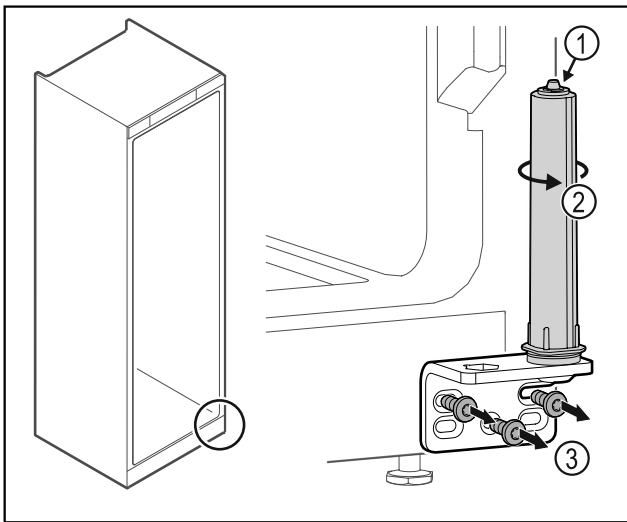

Fig. 46
- Ta inte isär dörlåssystemet Fig. 46 (1).
- ▶ Vrid låssystemet Fig. 46 (2) tills det klickar.
- ▶ Skruva av gångjärnsfästet Fig. 46 (3).